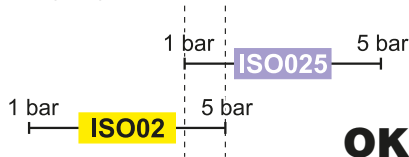

Abb. 105
• **Kompatible Düsen:** die Durchflussmenge bei 1 bar der Düse ISO025 liegt UNTER der Durchflussmenge bei 5 bar der Düse ISO02 (Abb. 105).